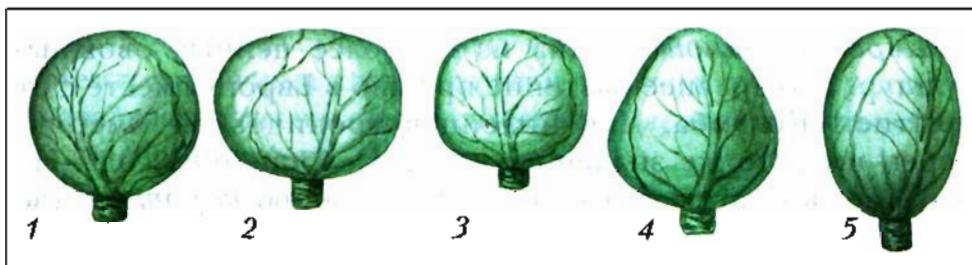

Рис. 2. Форма кочана: 1 – округлая, 2 – плоская, 3 – округло-плоская, 4 – коническая, 5 – овальная
5. Разрежьте кочан вдоль пополам, замерьте длину внутренней кочерышки и диаметр кочана. Определите форму кочана по отношению его высоты к поперечному диаметру: у круглых это отношение равно 0,8–1,1, у плоских — 0,4–0,7, у округло-плоских — 0,7–0,8, у конических и овальных — более 1,1 (рис. 2).